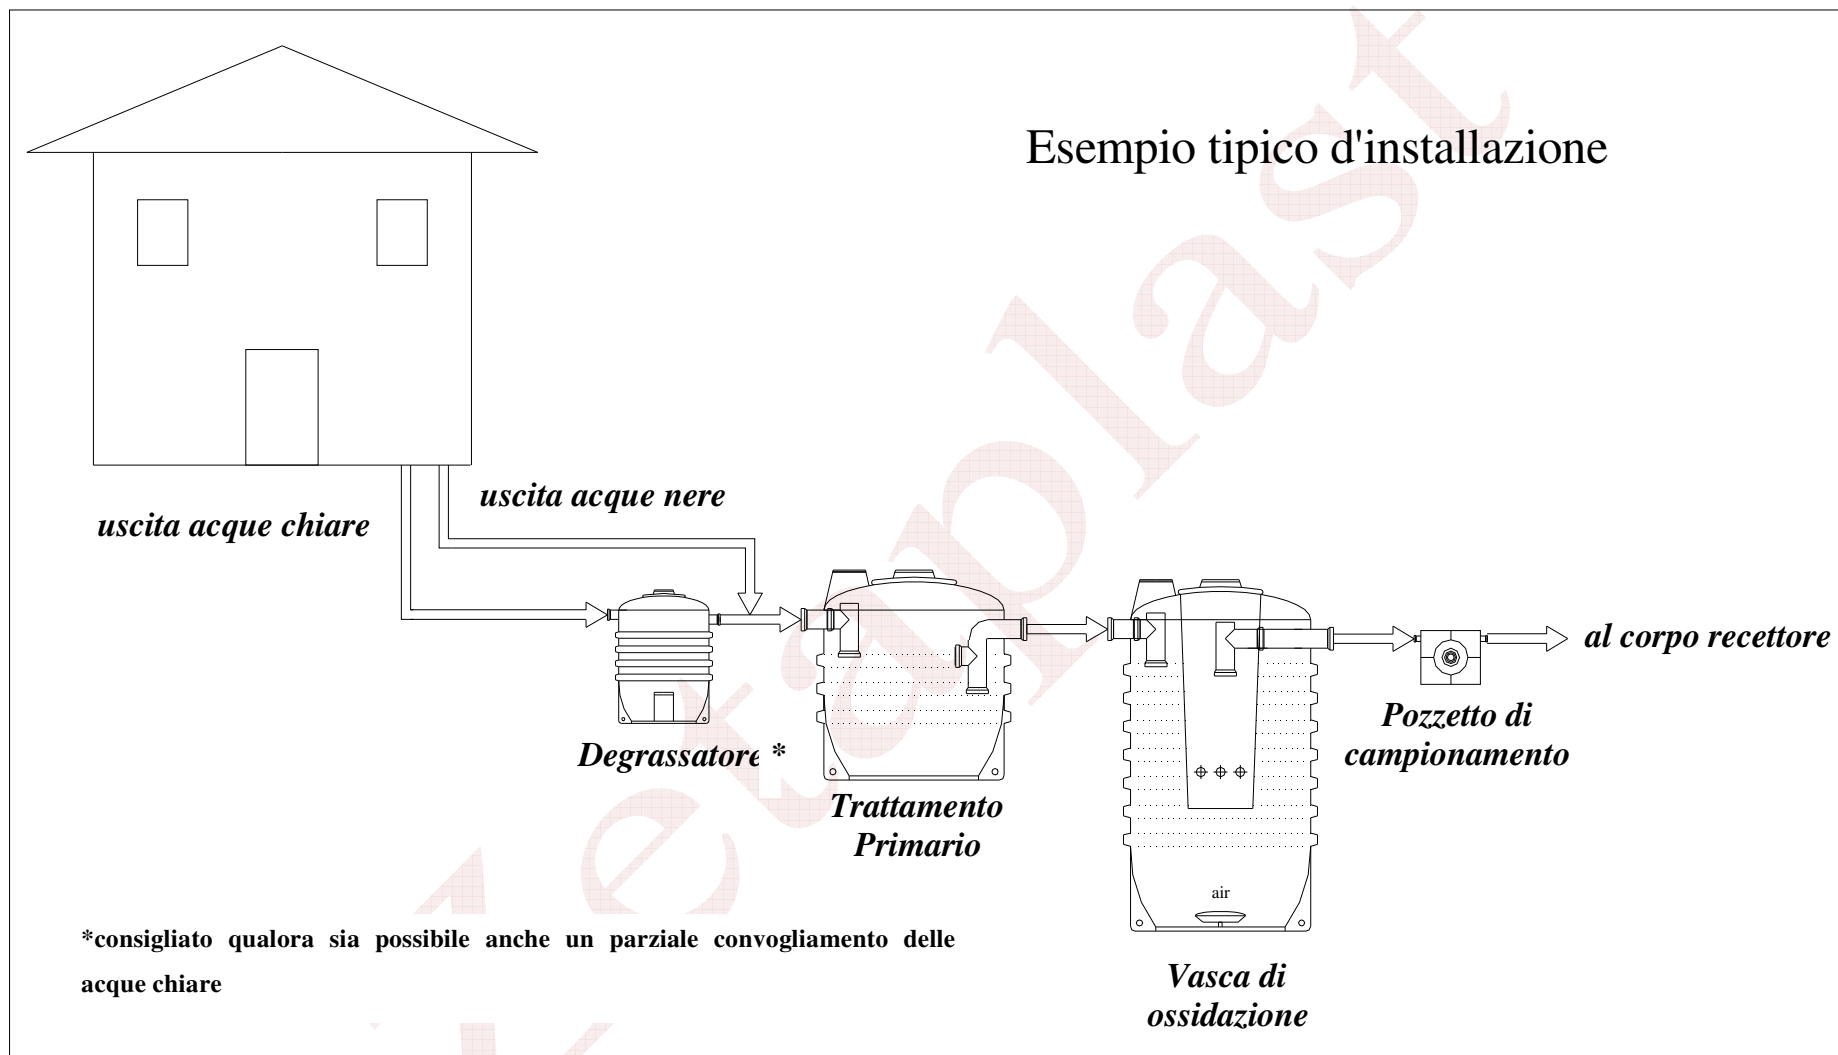

Fig.1 – Esempio tipico d'installazione
- Installare la/e fossa/e come indicato dallo schema d'installazione allegato (Fig.1) seguendo Le modalità di interro scaricabili anche alla pagina